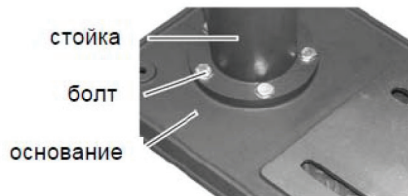

Рис. 2
6.2. Установите на основание стойку и закрепите ее болтами (Рис. 2).